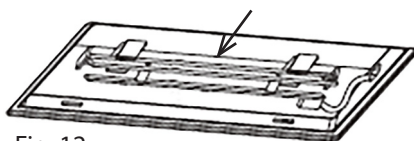

Fig. 12
3. Tirer sur la borne de raccordement (Fig. 12). Utiliser un tournevis pour retirer la carte d'éclairage LED et la remplacer.